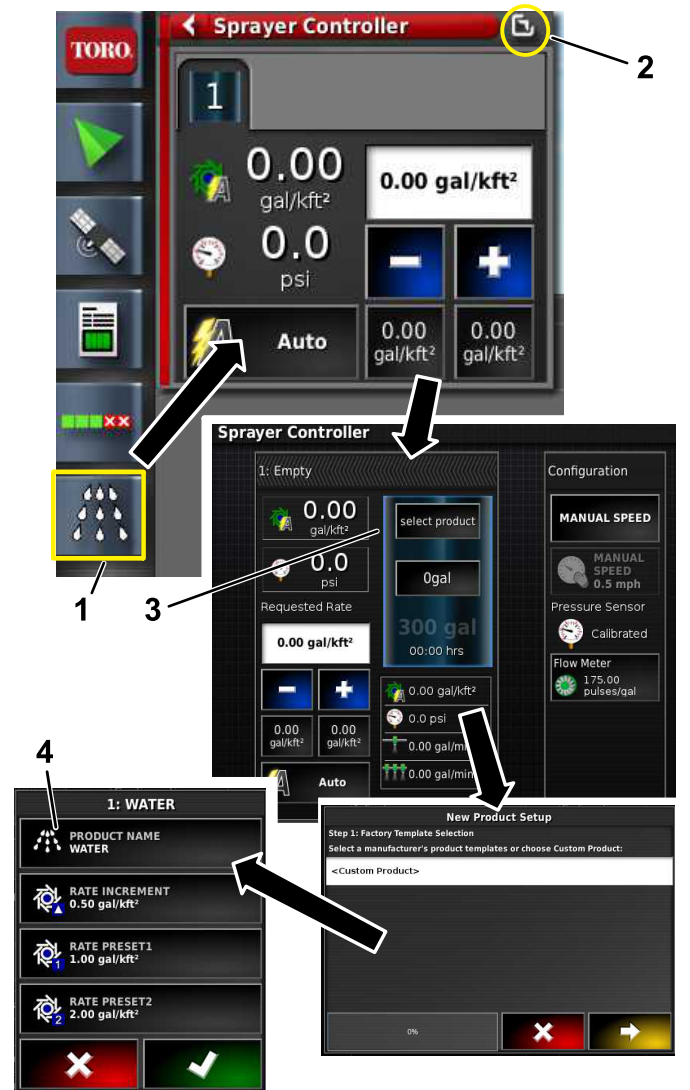

Bild 7
5. Benennen Sie das Produkt, wählen sie die Dosierungen aus und wählen Sie die Dosierungserhöhungen aus (Bild 7).